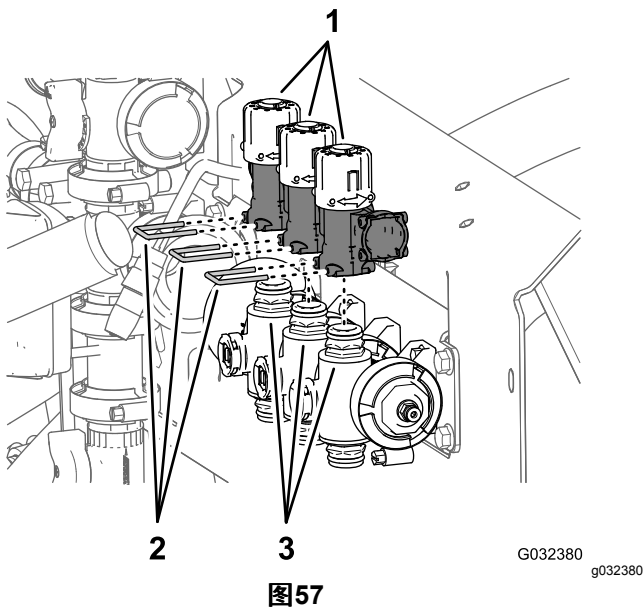

图57
1. 取出将3个旁通阀固定到3个歧管阀的3个卡环图57。
2. 提起3个歧管阀快速取水阀上的3个旁通阀图57。